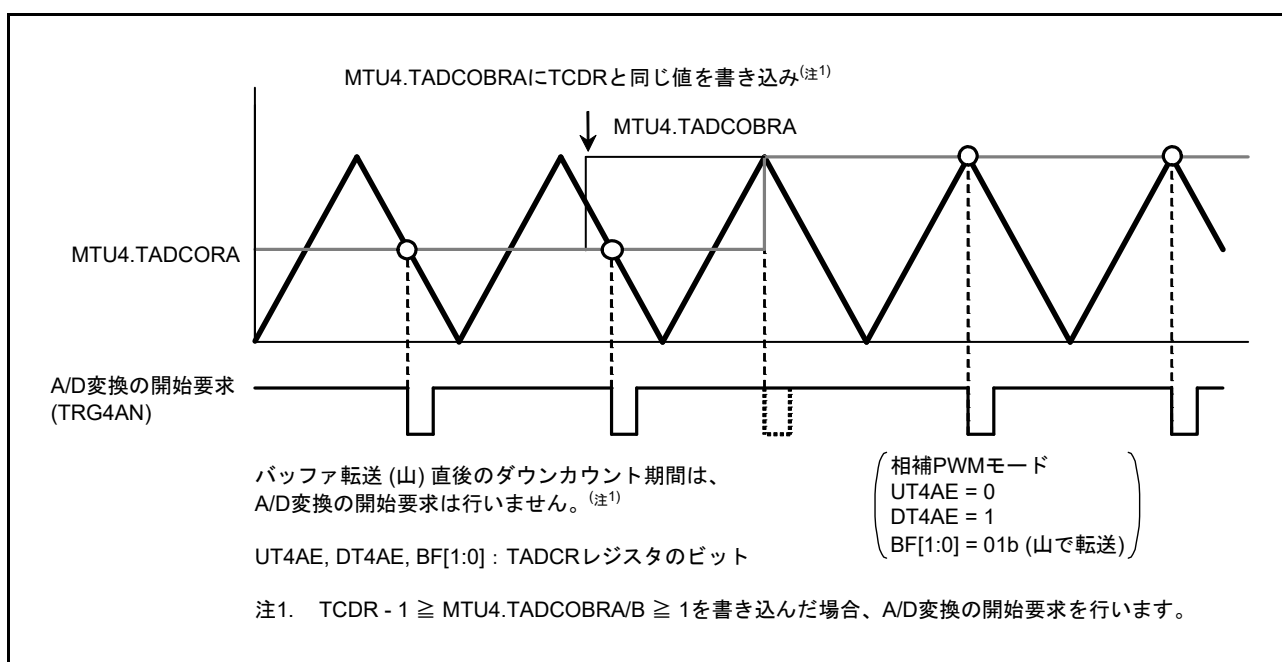

図 23.126 MTU4.TADCOBRAにTCDRと同じ値を書き込んだときのA/D変換の開始要求
- MTU4.TADCOBRA, MTU4.TADCOBRB レジスタに TCDR レジスタと同じ値、かつ、MTU4.TADCR レジスタの DT4AE, DT4BE ビットに“1”を設定して、MTU4.TCNT カウンタの山でバッファ転送したとき、転送直後のダウンカウント期間については A/D 変換の開始要求を行いません (図 23.126)。